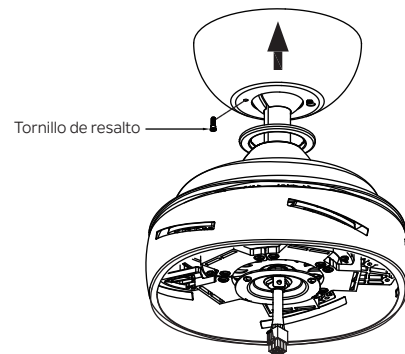

Figura 14
Paso 1. Ensamble el dosel girando la ranura de llave en el dosel sobre el tornillo de resalto en el soporte de montaje. Apriete el tornillo de resalto. Ensamble y apriete completamente el segundo tornillo de resalto que se retiró anteriormente. (Figura 14)